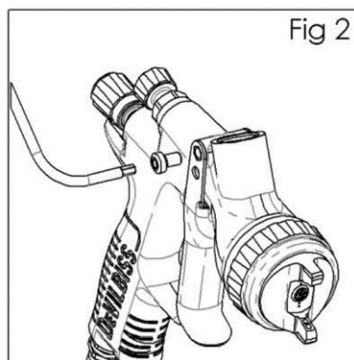

Fig 2
1. Entfernen Sie die Fingerabzugschraube (38) mit einem Star T20 Schraubendreher. (Siehe Abb. 2).